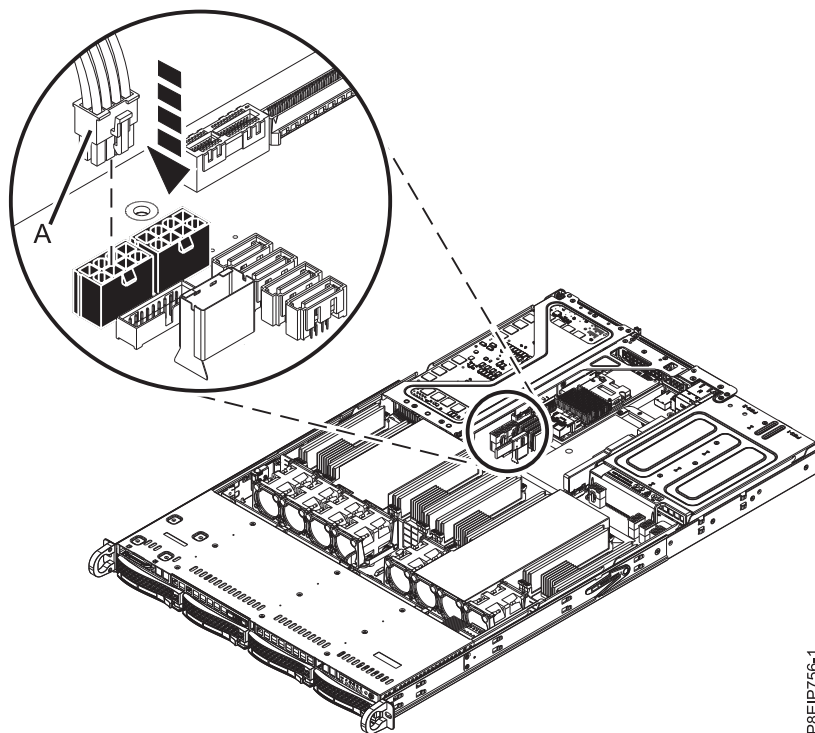

図 27. システム・バックプレーンへの GPU 電源ケーブルのプラグの差し込み
5. GPU 電源ケーブルのプラグをシステム・バックプレーンに差し込みます (31 ページの図 27 を参照)。 ケーブル・ラッチ・クリップがコネクターの所定の場所に収まったことを確認してください。